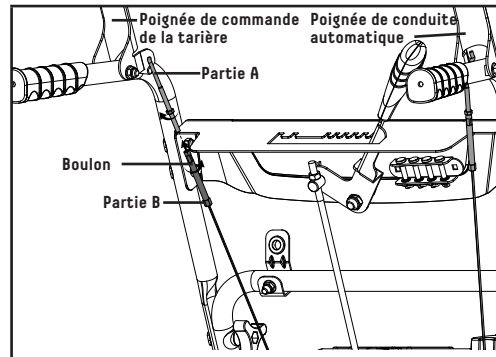

Figure 5
1. Le fil de commande de la tarière inclut la partie A et la partie B (figure 5).
2. Relevez la poignée de commande de la tarière à la position supérieure (figure 5).
3. Accrochez la partie A dans la poignée de commande de la tarière (figure 5).
4. Reliez la partie A et la partie B du fil de commande de la tarière pour obtenir le point de tension naturel du fil (figure 5).
Pendant l'utilisation, si la tarière ou la poignée de commande de la conduite est trop lâche, vissez le boulon (figure 5) de la partie A pour obtenir le point de tension naturel du fil.